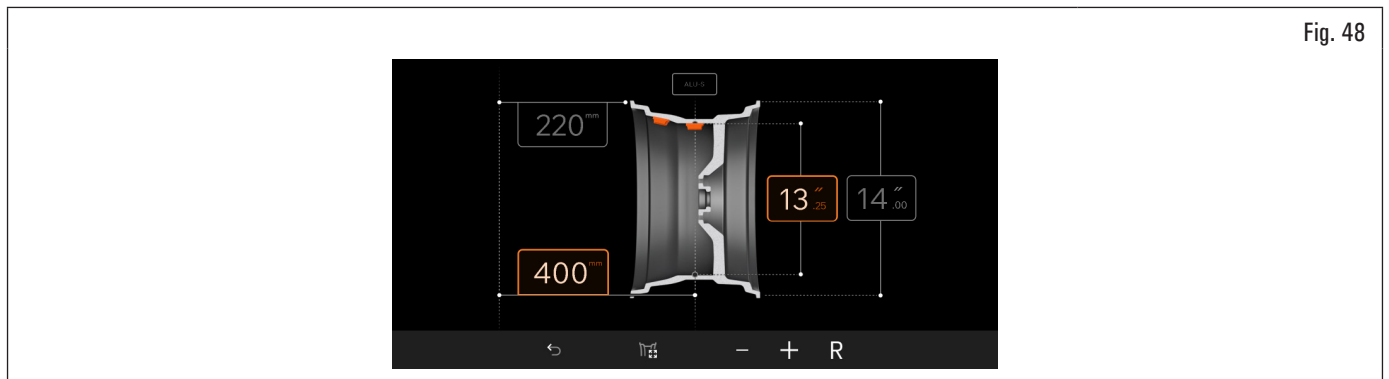

Fig. 48
3. apretar el icono **R** para ejecutar el nuevo cálculo del valor del peso a aplicar en la nueva posición configurada. En el monitor vuelve a aparece la pantalla (Fig. 48) con los valores eventualmente actualizados;